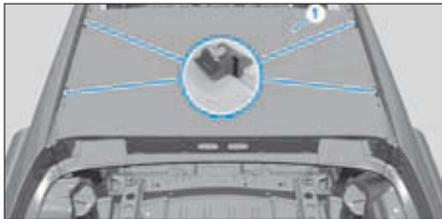

FIG. 146
- Poser et ajuster le pavillon (1) sur la caisse avec des pièces intercalaires et la maintenir avec des pinces de serrage (Fig.146).
- Percer dans la partie centrale du pavillon (1) des trous avec un foret de Ø 5,0 mm.